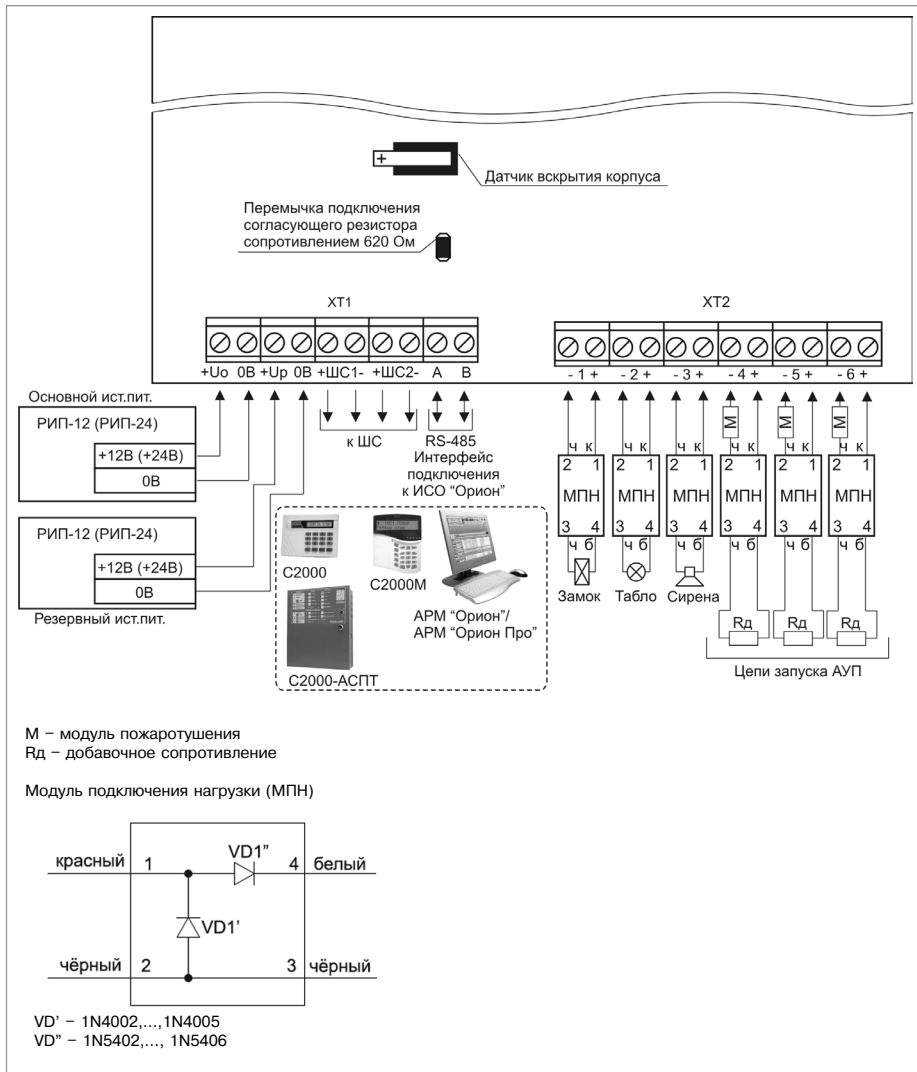

Рисунок 6. Схема внешних соединений блока «С2000-КПБ»
1. Схема внешних соединений блока С2000-КПБ приведена на рис.6